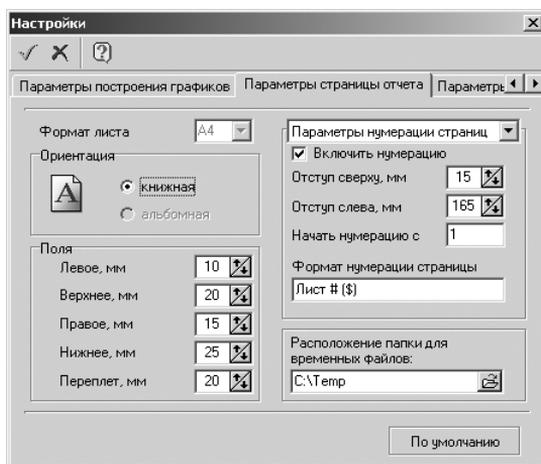

Рис. 3.61. Диалоговое окно **Настройки** с открытой вкладкой **Параметры страницы отчета**
- щелкните в диалоговом окне **Настройки** по вкладке **Параметры страницы отчета**. Она раскроется, см. рис. 3.61;
Введите в разделе **Поля**, например, те значения, которые представлены на рис. 3.61.
Введите, например, те параметры нумерации страниц, которые представлены на рис. 3.61.